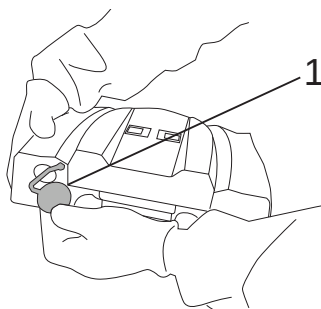

Fig.26
- Fjern låget fra vaskemiddelbeholderen (Fig.26-Ref.1).